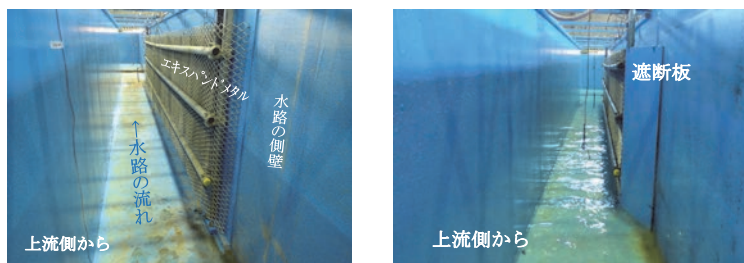
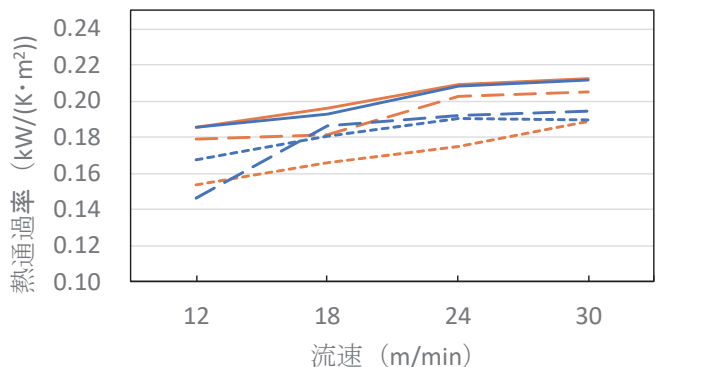

図3 エキスパンドメタルと一体化して水路側壁に設置した状況（左）および上流端に遮断板を設置した状況（右）
図4 側壁との設置間隔と熱通過率の関係（冷房運転時）
- 熱交換器を網目状のエキスパンドメタルと一体化すると、流下物から保護でき、かつ撓みなく設置できます（図3左）。熱交換器をエキスパンドメタルと一体化し側壁に沿って設置した時、側壁との間隔110mm、水路流速24m/min以上で熱通過率が $0.21\text{kW}/(\text{K}\cdot\text{m}^2)$ 以上得られました（図4）。さらに、上流端のゴミ流入防止用遮断板（図3右）の有無に関わらず、同程度の熱通過率が得られます（図4）。